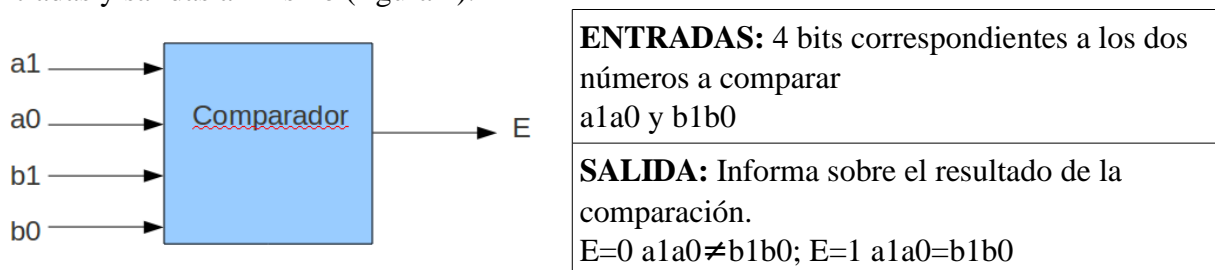

Figura 1. diagrama de bloques
Paso 1. Realizar el diagrama de bloques del circuito a diseñar y especificar adecuadamente las entradas y salidas al mismo (figura 1).